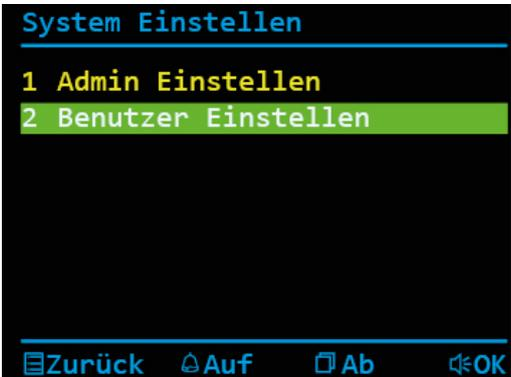

Abb. 35: Benutzer konfigurieren
- ▶ Bestätigen Sie mit der Sprechentaste  die Auswahl des Menüs *Konfig Parameter* (Abb. 35).